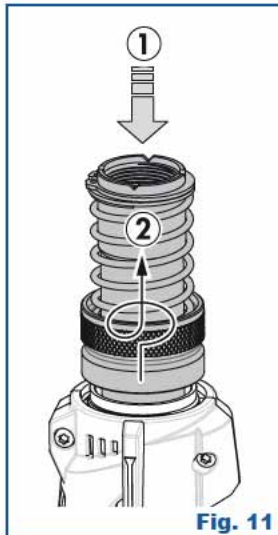

Fig. 11
- Die Rohreinheit aufschrauben und entfernen (das Rohr nach unten drücken und drehen) (siehe **Abb. 11**)